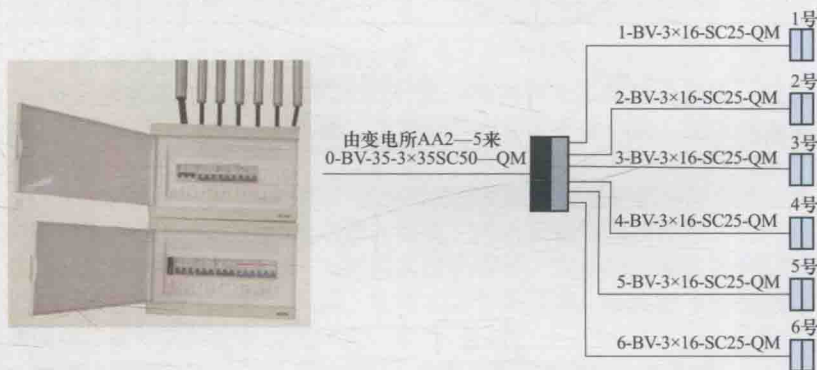

图 1-9 某车间的配电系统图
(1) 电气总平面图。电气总平面图是在建筑总平面图上表示电源及电力负荷分布的图样,主要表示各建筑物的名称或用途、电力负荷的总装机容量、电气线路的走向及变配电装置的位置、容量和电源进户的方向等。通过电气总平面图可以了解该项目的工程概况,掌握电气负荷的分布及电源装置等。一般大型工程有电气总平面图,中小型工程则由动力平面图或照明平面图代替。
(2) 电气系统图(或框图)。电气系统图是用单线表示电能或信号按回路分配出去的图样,图1-9为某车间配电系统图,它主要表示各个回路的名称、用途、容量,以及主要电气设备、开关元件及导线电缆的规格型号等。通过电气系统图可以知道该系统的回路个数及主要用电设备的容量、控制方式等。